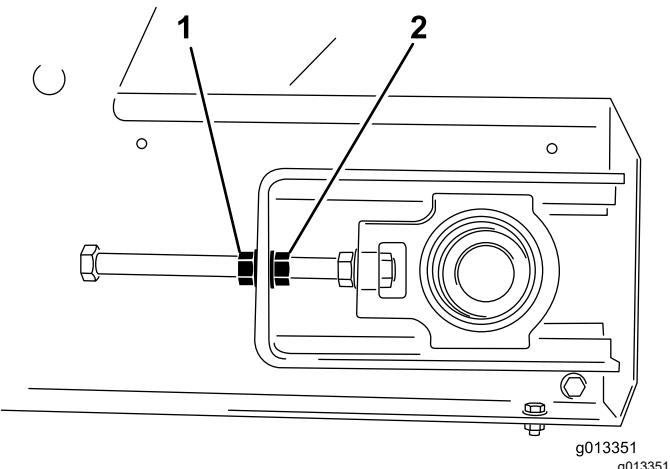

Figura 59
4. Con 2 chiavi, tenete ferma l'estremità dell'asta del dispositivo di tensione e poi allentate il dado di bloccaggio, ovvero il dado più vicino all'estremità dell'asta (Figura 59).
- Sul lato verso cui il nastro è spostato, tenete ferma l'estremità dell'asta del dispositivo di tensione, poi allentate il dado di bloccaggio e serrate il dado di regolazione di 2 facce (Figura 59).